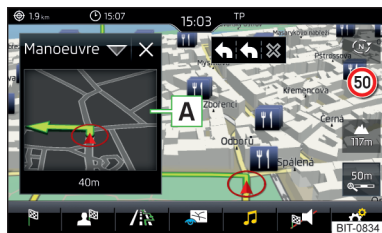

Fig. 220
L'Infodivertissement peut afficher dans la fenêtre supplémentaire **Position** » fig. 220 à la page 193 les informations suivantes sur la position géographique actuelle du véhicule ainsi que sur le signal satellite : ▶
- » Pour **sélectionner le contenu** de la fenêtre supplémentaire **A** » fig. 220 appuyez sur la touche puis sélectionnez l'un des menus suivants selon le contexte.